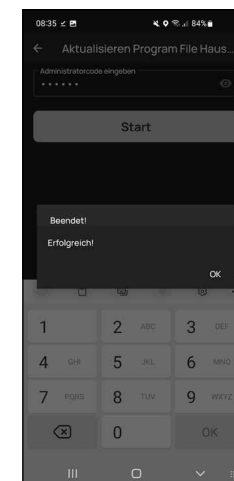

Fig. 13
- ⑫ Au bout d'un petit moment, vous recevez un retour selon lequel les données ont été transmises. Confirmez par « OK » (Fig. 13).